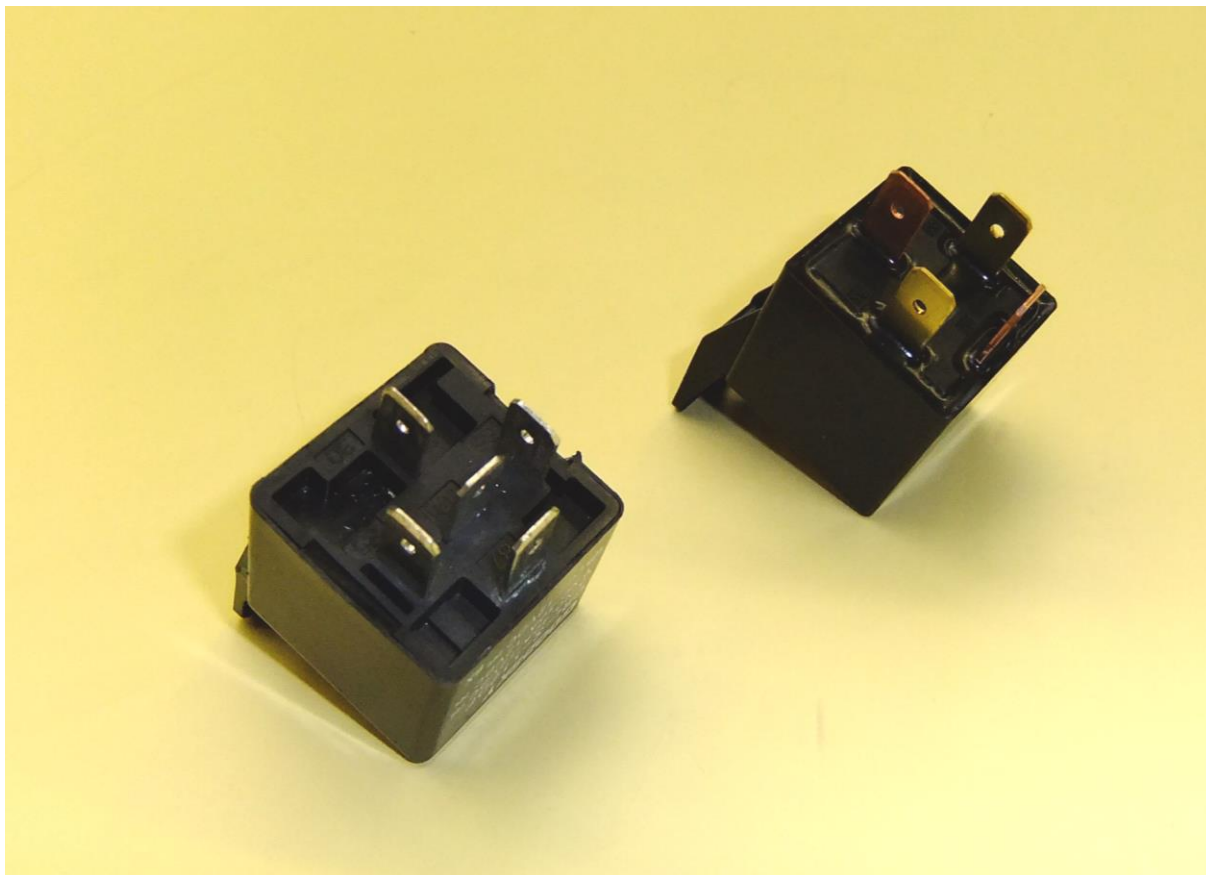

Abb. 1 – 5-Poliges (links/auszutauschendes Relais) und 4-Poliges Relais (rechts/verbessertes Relais)
- 1 Kontakte des Kraftstoffpumpenrelais zählen (Abb. 1)